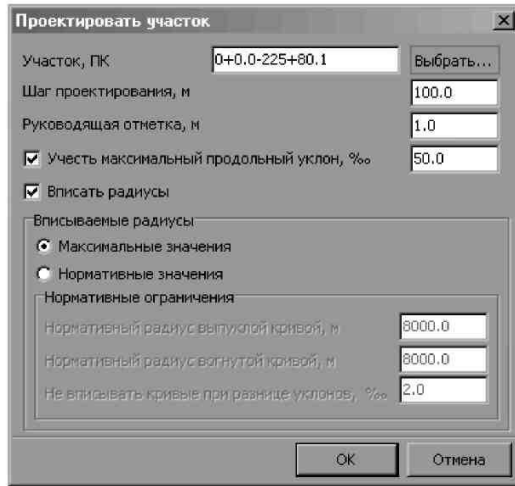

Рис.9. Меню «Проектировать по руководящей отметке»
1. Выберите элемент меню: *Профиль - Проектировать по руководящей отметке* (рис. 9).